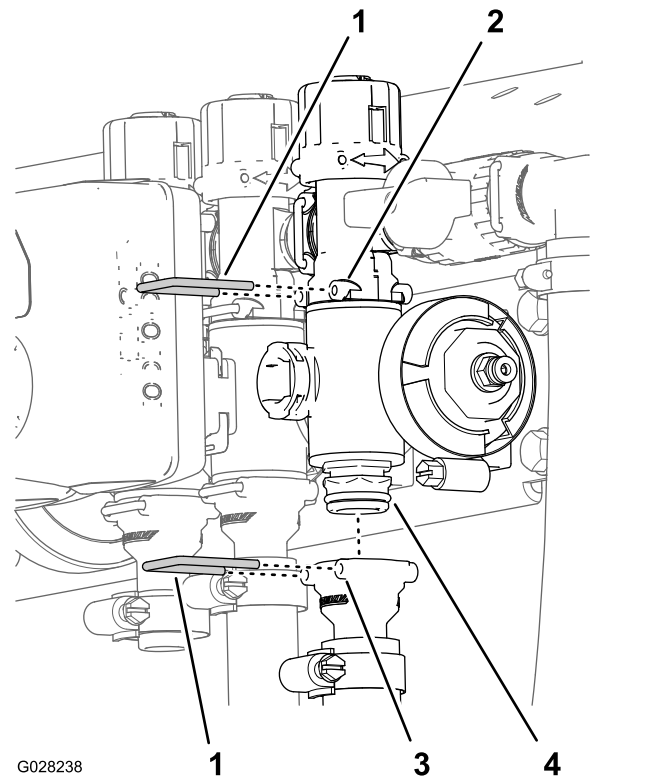

Figura 69
2. Rimuovete i fermi che fissano il raccordo di uscita al collettore per la valvola di sezione e il collettore della valvola al raccordo di bypass (Figura 69).